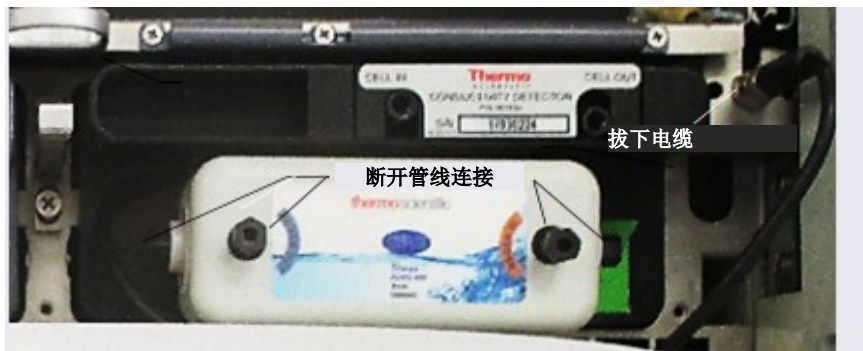

图 10-57. 断开抑制器液体管线和电缆连接
4. 断开四根液体管线与抑制器的连接（见图 10-57）。
7. 通过底部的淋洗液入口和再生液出口接口，确定新抑制器的方向（见图 10-57）。将抑制器压在检测器背面，然后向右滑动它，使其固定在安装卡扣处。轻轻拉动抑制器中心位置，确认是否牢牢紧固抑制器。